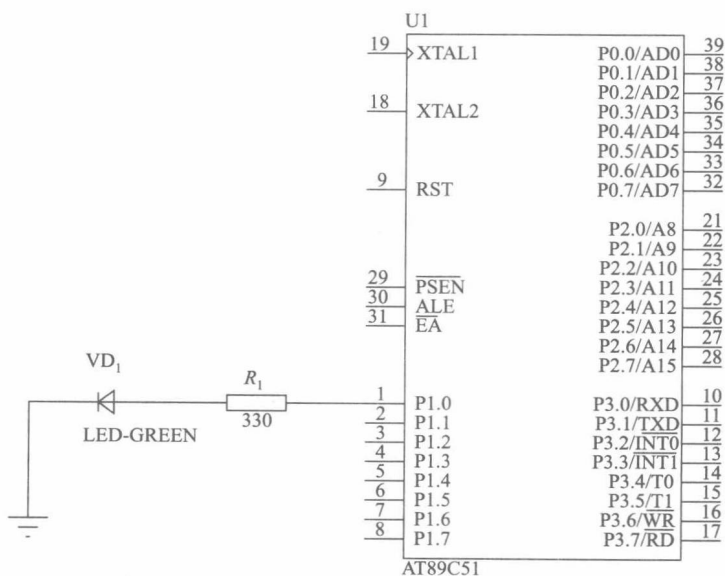

图 1-15 连接电路
④ 电路连线。选择工具箱中的“元件模式”工具,在此模式下可以进行电路连接。单击鼠标左键选择连接的端点,拖拽到另一个端点,再单击左键即可。将 R_1 和 VD_1 串联, VD_1 的阳极经电阻接 AT89C51 的 P1.0 端子, VD_1 的阴极按地,连接好的仿真电路如图 1-15 所示。